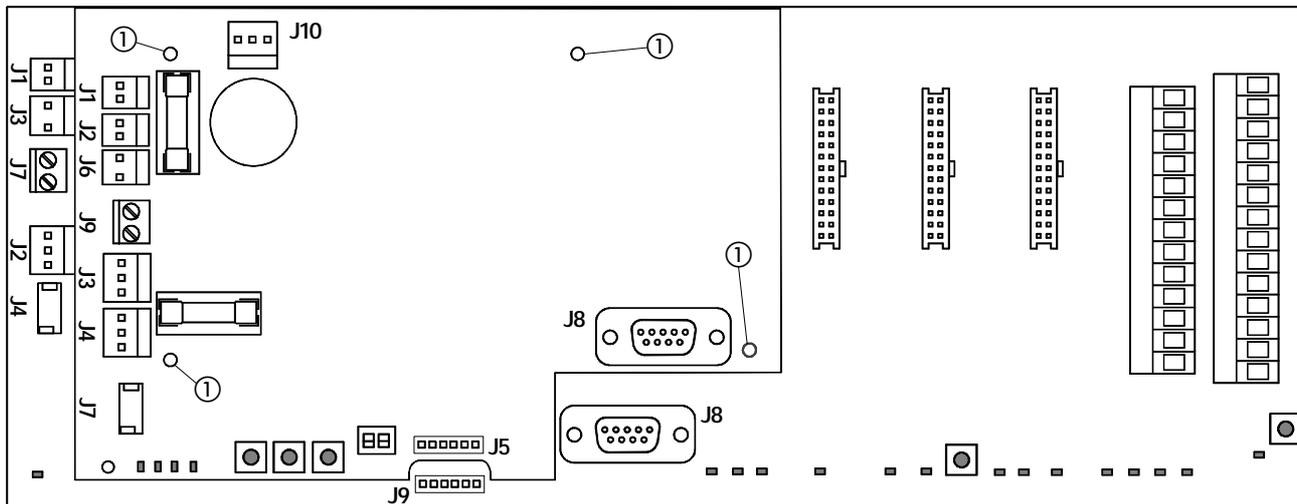

Abb. 1
Die montierten Türen 940 mit doppeltem Motor werden mit bereits verkabelter Karte des zweiten Motors geliefert. Bei Türen im Bausatz ist die zweite Karte einzubauen : dafür die mitgelieferten Abstandshalter auf der Karte 940SDM an den Bohrungen laut Abb. 1, Bez. ① positionieren. Die beiden Geräte mit Hilfe der mitgelieferten Kabel und unter Beachtung des Plans aus Abb. 2 verkabeln.